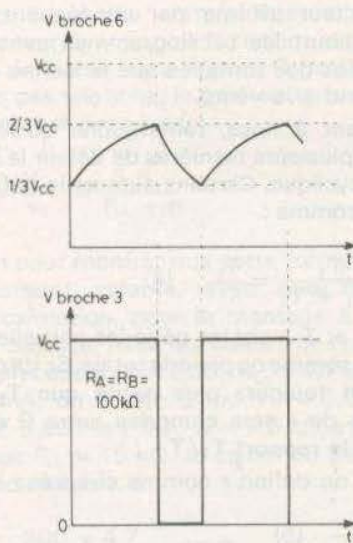

Fig. 4
Dans le cas de la **figure 4** les formules (1), (2) et (3) donnent avec  $R_A = R_B = 100 \text{ k}\Omega$ , 50 %, 33 % et 67 % respectivement.